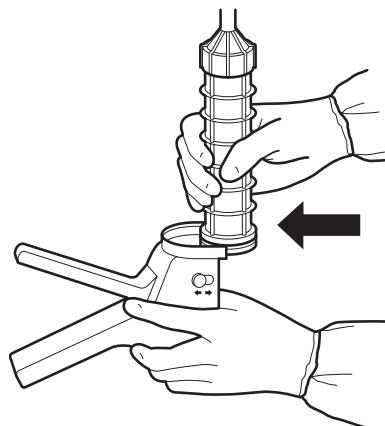

Figura 3
- Inserire una cartuccia piena con un ugello di applicazione nell'interfaccia della cartuccia (Figura 3). Tenendo la pistola per iniezione di cemento osseo in posizione verticale, premere il grilletto per riempire fino alla punta l'ugello di iniezione. La pistola è ora pronta per l'iniezione del cemento.